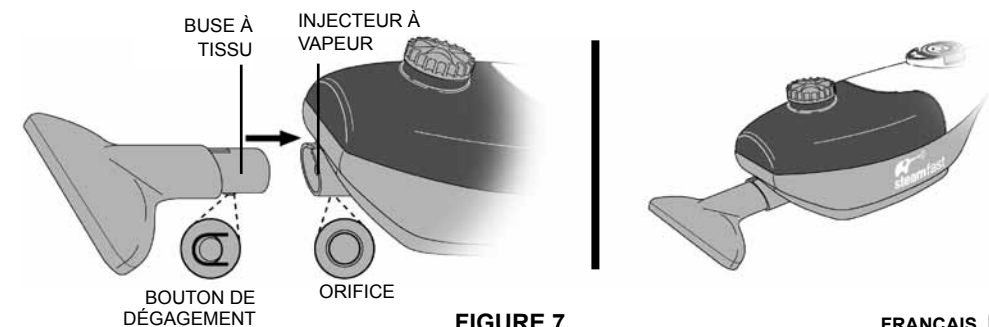

FIGURE 7
1. Alignez la buse à tissu et l'injecteur à vapeur, comme illustré (FIGURE 7).